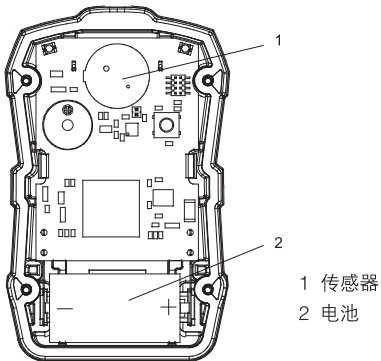

图 14 更换传感器和电池
- (1) 请确保仪表已关闭。
- (2) 拧下四颗外壳螺钉，卸下前壳体，露出传感器（位于仪表顶部报警指示灯附近 → 图14）。
- (3) 轻轻提起并正确废弃传感器。